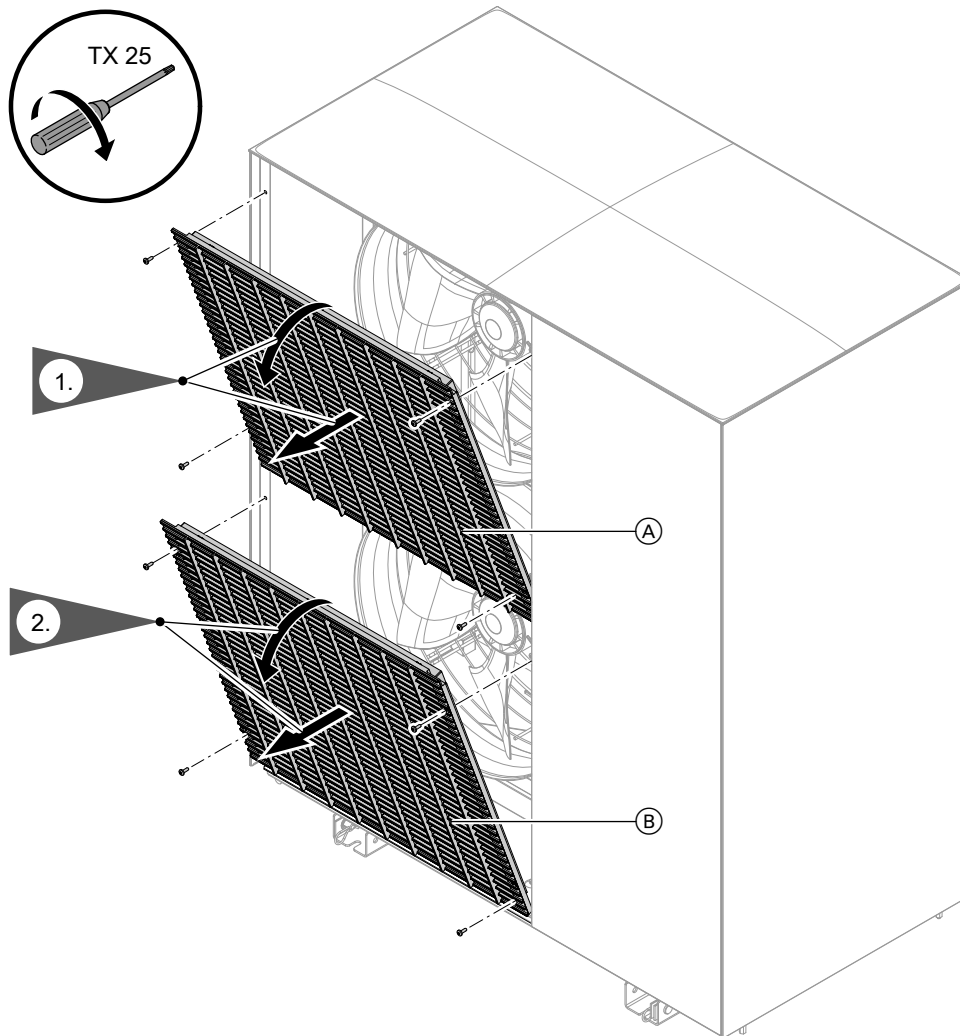

Abb. 105
2. Schutzgitter Ventilator abbauen: Siehe Abb. 105.
4. Schutzgitter Ventilator und Deckel abbauen: Siehe Abb. 105 und 104.
2. Schutzgitter Ventilatoren abbauen: Siehe Abb. 105.